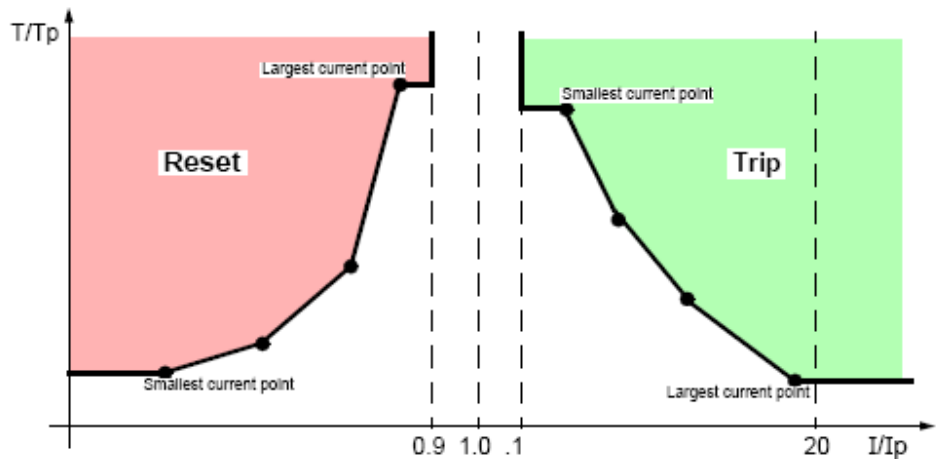

图2-70 用户指定特性——举例
- 小于最小特性点的电流值的电流不会延长跳闸时间。动作特性（见图2-70右边）平行于电流轴，直到最小特性点。
- 大于最大特性点电流值的电流不会缩短跳闸时间。动作特性（见图2-70左边）平行于电流轴，从最大特性点开始。
- 大于最大特性点电流值的电流不会延长跳闸时间。返回特性（见图2-70左边）平行于电流轴，直到最大特性点。
- 小于最小特性点电流值的电流不会缩短跳闸时间。返回特性（见图2-70左边）平行于电流轴，从最小特性点开始。